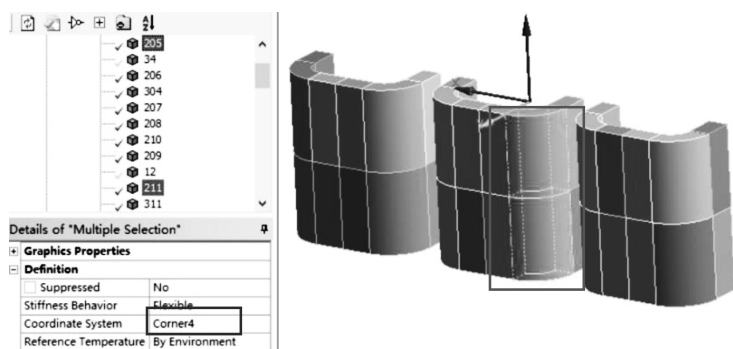

图 10-16 分配 Corner4 坐标系及选中模型
(4) 在导航树里单击【Corner4】，图像区域显示 Corner4 坐标在模型中的位置，选择线圈 205 和 211 模型；接着单击右键，从弹出的快捷菜单中选择【Go To】→【Corresponding Bodies in Tree】转移到导航树区域，【Details of “Multiple Selection”】→【Definition】→【Coordinate System】= Corner4，其他默认，如图 10-16 所示。